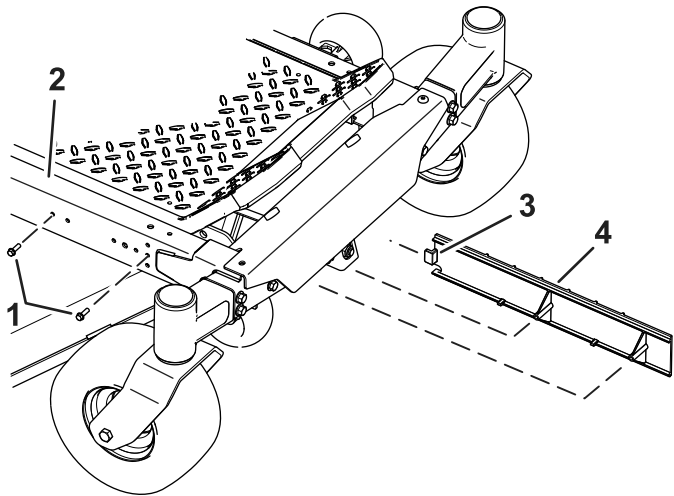

Figure 1
1. Retirez les boulons du cadre (Figure 1).
2. Sortez la patte de la protection hors du cadre en déplaçant la protection vers l'avant (Figure 1).
1. Sur les machines **avec** le système de suspension MyRide, glissez la patte de la protection dans le cadre (Figure 1).
2. Sur les machines **avec** avec le système de suspension MyRide, insérez les boulons dans le cadre et la protection (Figure 1).